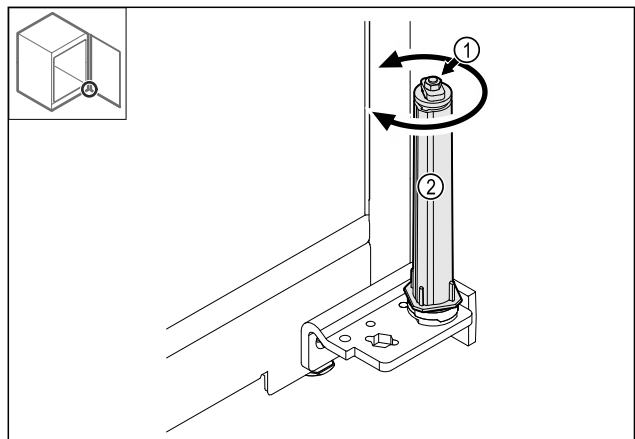

Fig. 40
- Neizjauciet slēgšanas sistēmas skrūšsavienojumu Fig. 40 (1).
- Pagrieziet slēgšanas sistēmu Fig. 40 (2), līdz tā noklikšķ.